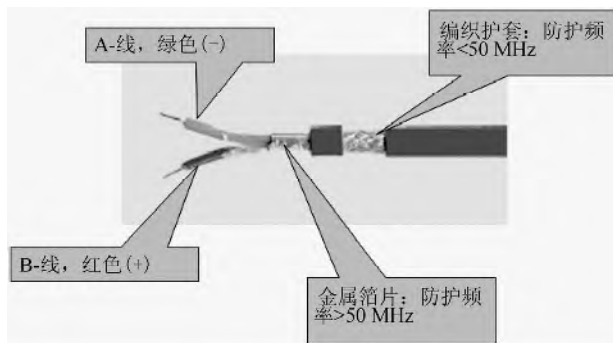

图 7-16 PROFIBUS-DP 电缆的结构和功能
③ PROFIBUS-DP 电缆 PROFIBUS-DP 电缆是专用的屏蔽双绞线，外层为紫色。PROFIBUS-DP 电缆的结构和功能如图 7-16 所示。外层是紫色绝缘层，编织网防护层主要防止低频干扰，金属箔片层为防止高频干扰，最里面是 2 根信号线，红色为信号正，接总线连接器的第 8 管脚，绿色为信号负，接总线连接器的第 3 管脚。PROFIBUS-DP 电缆的屏蔽层“双端接地”。